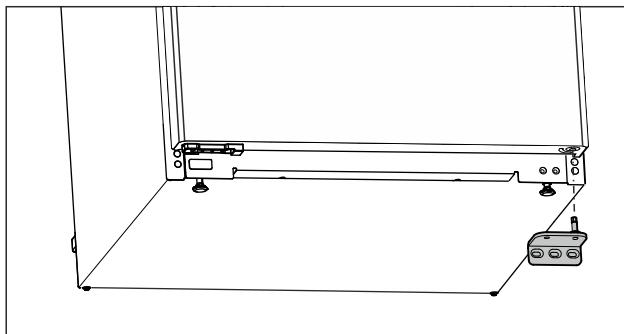

Fig. 11
- ▶ Sejměte stojan ložiska směrem dolů. (viz Fig. 11)